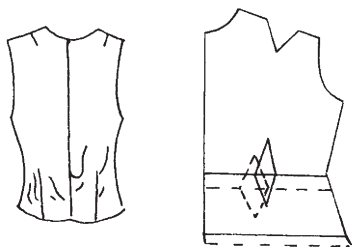

Рис. 43. В изделиях прилегающей формы наклонные заломы от вытачек и боковых швов, спинка при этом не прилегает по талии
*Дефект 9:* в изделиях прилегающей формы наклонные заломы от вытачек и боковых швов, спинка при этом не прилегает по талии (рис. 43).